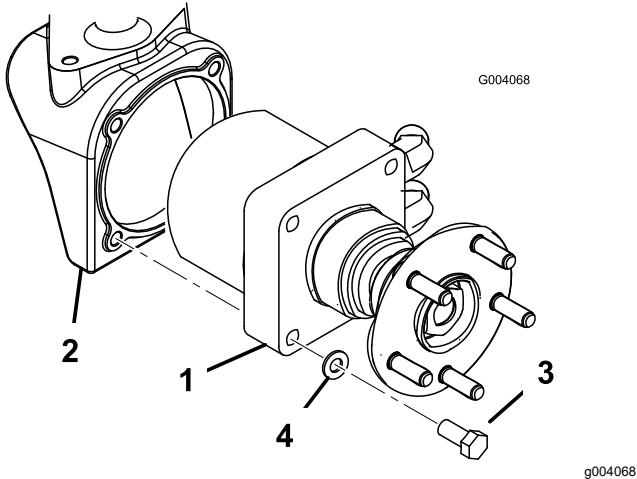

Figura 3
- Monte el motor de rueda correspondiente en cada alojamiento del motor de rueda con 4 pernos (1/2 x 2-1/4 pulgadas) y arandelas de freno (1/2 pulgada) (Figura 3). Apriete los pernos a entre 95 y 108 Nm.